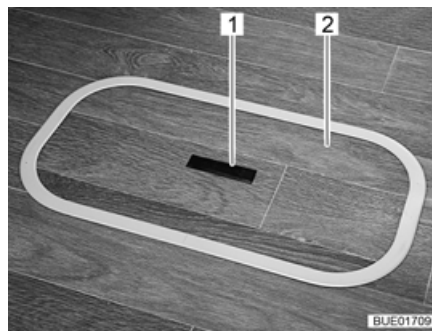
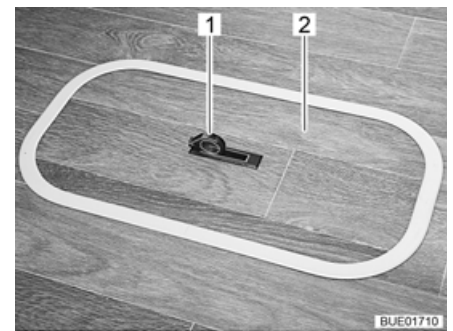

Bild 49 Abdeckung Bodenfach (Griff versenkt)
Bild 50 Abdeckung Bodenfach (Griff herausgeschwenkt)
- Auf einer Seite die Griffplatte (Bild 49,1) nach unten drücken. Der Griff (Bild 50,1) schwenkt nach oben.
- Die Abdeckung (Bild 49,2 bzw. Bild 50,2) nach oben abnehmen.